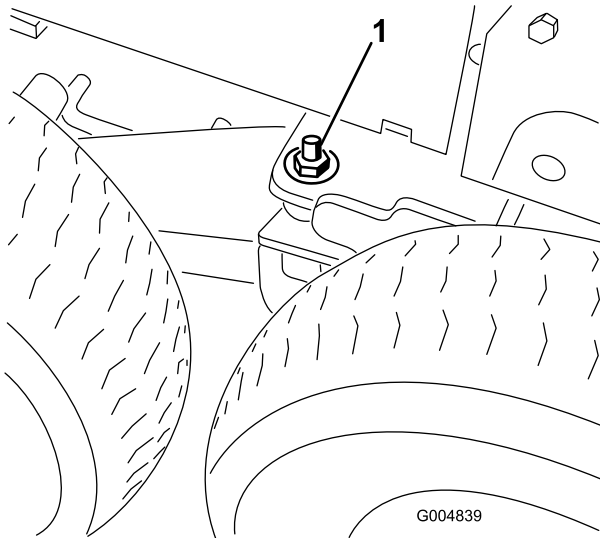

Figura 29
17. Retire la arandela plana (1/2 pulgada) y la tuerca (1/2 pulgada) instaladas en el espárrago del pivote del bogie (Figura 29).
23. Baje el gato hasta que el bastidor quede apoyado sobre las ruedas delanteras. Instale las arandelas planas (1/2 pulgada) y las contratuercas en el espárrago del pivote del bogie (Figura 29) y apriételas a 102 N·m (75 pies-libra).